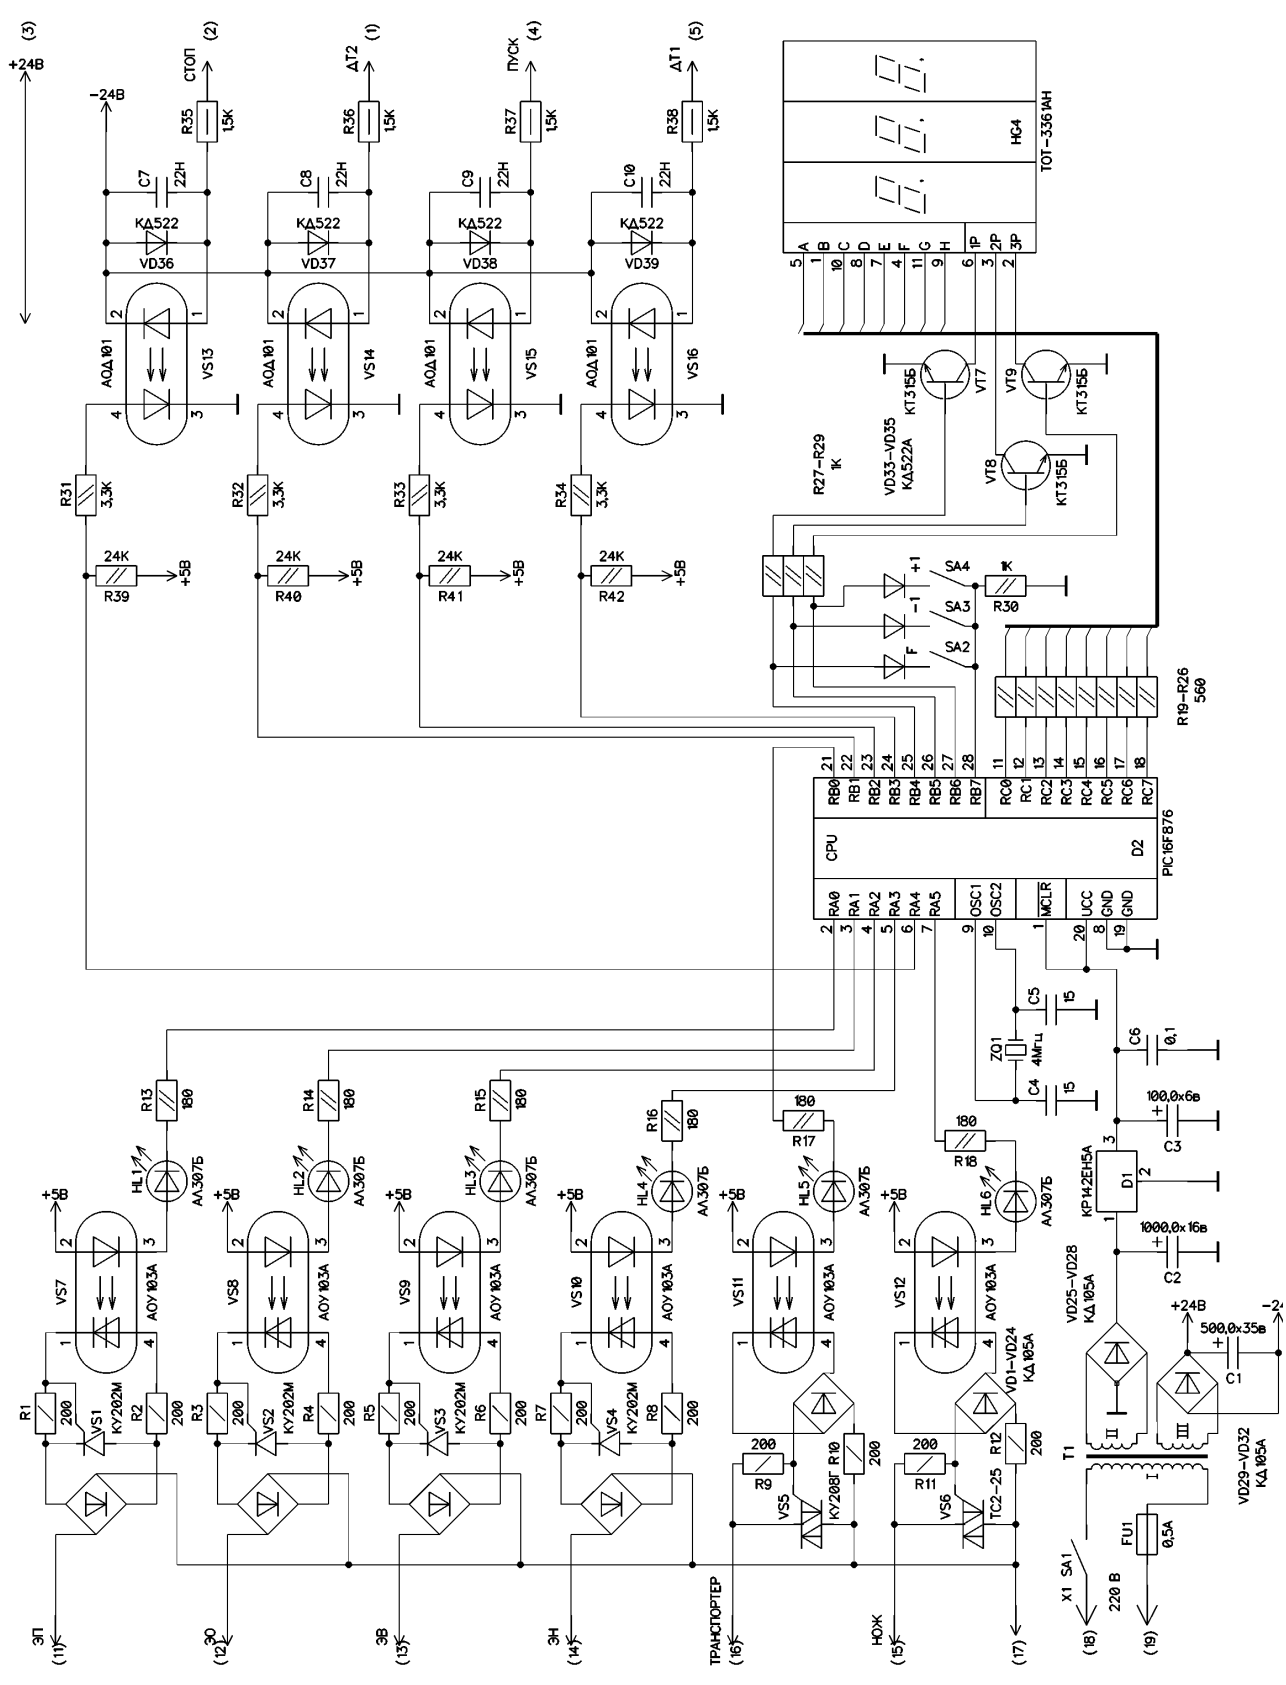
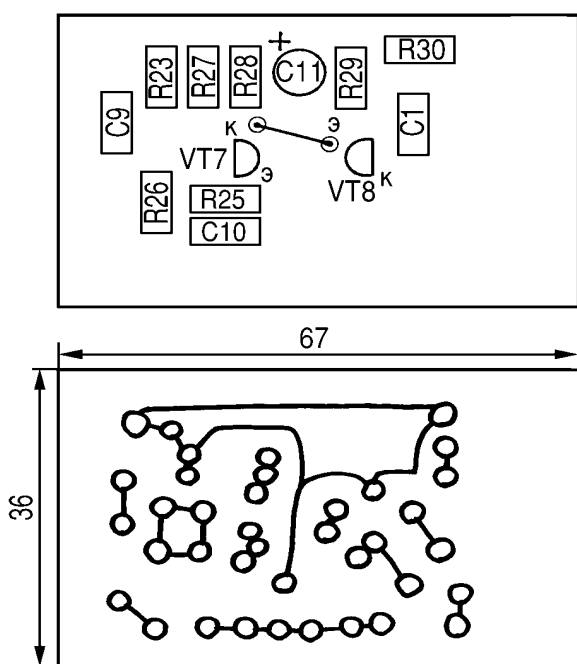

рис.4
рис.2
Весь алгоритм работы возложен на микроконтроллер PIC16F873 (рис.4), который запитывается от трансформатора Т1, диодного моста VD25–VD28, микросхемы стабилизатора D1 и фильтрующих конденсаторов C2, C3, C6. Диодный мост VD29–VD32, а также конденсатор C1 необходимы для работы входных оптронов VS13–VS16. Резистивные делители R31–R34, R39–R42 необходимы для предотвращения попадания отрицательного напряжения на входы микроконтроллера. Ре-
Трансформатор Т1 (рис.4) мощностью 3...5 Вт. Вторая и третья обмотки намотаны проводом диаметром 0,4 мм и рассчитаны на 11 и 19 В соответственно. Конструкция трансформатора Т1 (рис.2) мощностью 100...200 Вт зависит от диаметра примененного нихромового провода [1]. Помехоподавляющие RC-цепочки устанавливают непосредственно на катушки клапанов, для напряжения 220 В  $R=220 \text{ Ом}$ ,  $C=0,1 \text{ мкФ} \times 1000 \text{ В}$ . Пускатели К1–К3 на рабочее напряжение 220 В и коммутируемые токи, зависящие от примененных ТЭНов и двигателей. В качестве датчиков ДТ1, ДТ2 применены герконы от системы офисной сигнализации. В качестве терморегулятора применен серийно выпускаемый терморегулятор ТЕРМ-02а, но вполне мож-
**Конструкция.** Задача создания миниатюрного прибора не ставилась, нужно было поместить прибор и батарею аккумуляторов Д-0,26Д в пластмассовый корпус размерами 230x80x35 мм. Прибор конструктивно выполнен на четырех отдельных печатных платах. Плата усилителя и расположение деталей на ней показано на **рис.2**, плата генератора и расположение деталей на ней - на **рис.3**, плата стабилизатора напряжения и расположение деталей на ней - на **рис.4**, плата детектора и расположение деталей на ней - на **рис.5**. Такое исполнение прибора вызвано заменой отдельных блоков новыми в результате проводившихся экспериментов и модернизаций устройства. Модульно-блочная конструкция всегда оставляет шанс к "отступлению". В рассматриваемом варианте намного проще проводить модернизацию или ремонт. Ведь легче заменить один небольшой блок, чем заново создавать новую конструкцию на одной большой печатной плате. Перед размещением в указанном корпусе, размеры всех плат были уменьшены (платы аккуратно обрезаются ножницами по металлу).